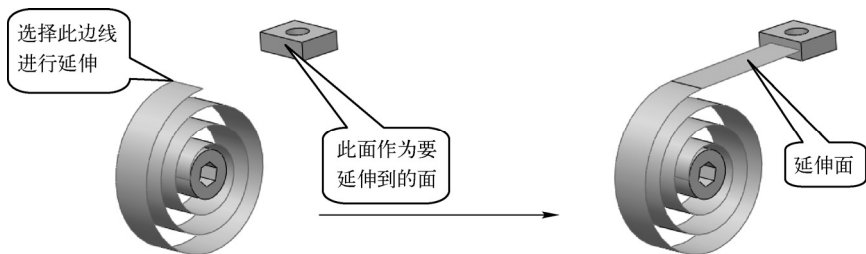

图 5-56 “成形到某一面”选项以线性方式延伸曲面
- 成形到某一面: 选择此单选按钮后,选择一曲面延伸到的边界面(注意此面应处于原曲面的可延伸范围内,否则不会生成延伸曲面),可将原曲面延伸到边界面,如图 5-56